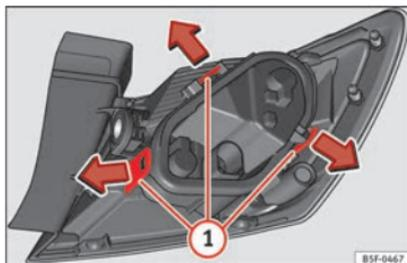

Fig. 117 Linguette di fissaggio nella parte posteriore del fanale di coda.
- Smontare il portalamпада » **fig. 117** sbloccando le linguette di fissaggio ①.